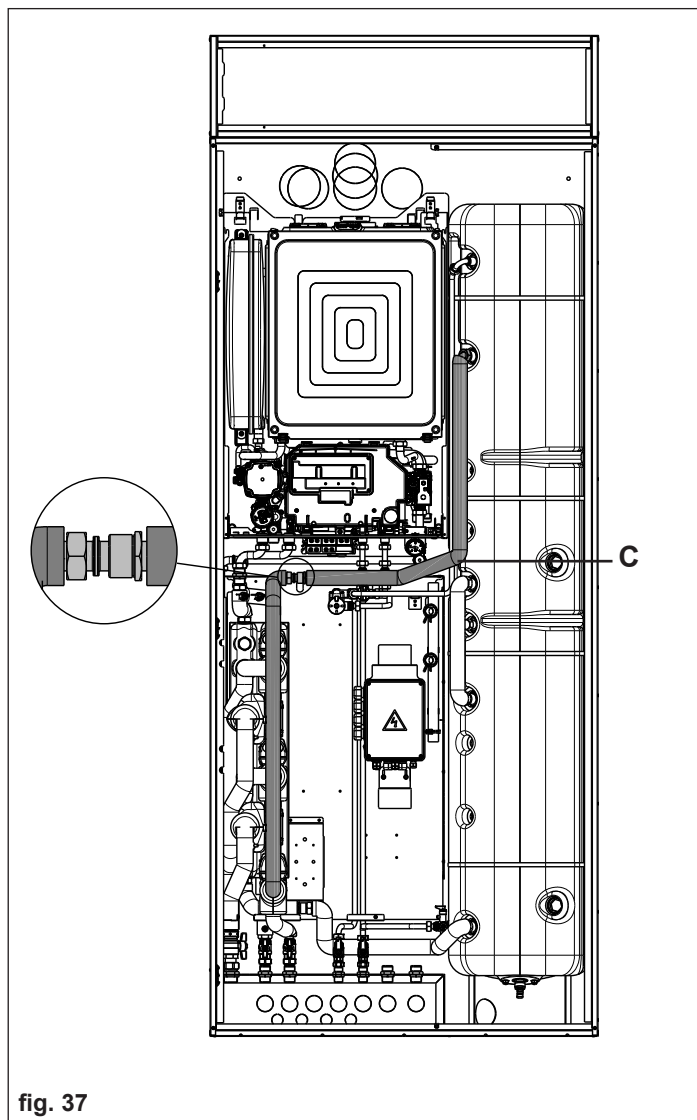

fig. 37
- La rampa di mandata (fig. 37 - C) è costituita da due pezzi e deve essere collegata all'ingresso del serpentino superiore ed alla valvola deviatrice posizionata nella parte bassa del Gruppo di distribuzione.